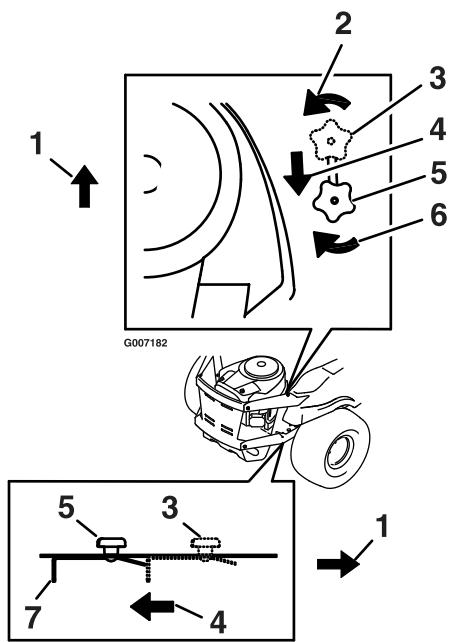

Figura 20
3. Localice los pomos de liberación en ambos lados de la plataforma del motor (Figura 20).
4. Afloje el pomo girándolo en el sentido contrario a las agujas del reloj. Luego tire la palanca de liberación situada debajo de la máquina (Figura 20) hacia la parte trasera de la misma, y vuelva a apretar el pomo para bloquear la palanca de liberación en posición de liberado. Repita en el otro lado de la máquina.
Afloje el pomo de liberación, empuje las palancas de liberación hacia adelante, y apriete de nuevo el pomo para engranar el sistema de transmisión (Figura 20).